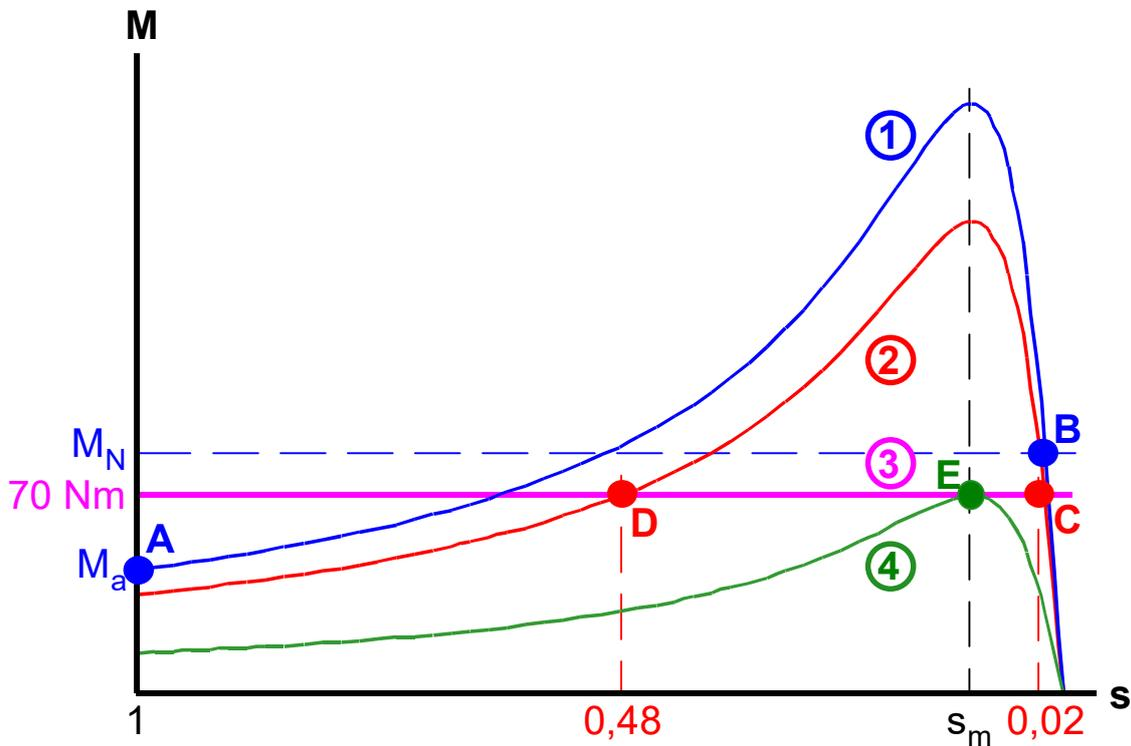

Fig. 2: Curvas del par de:
En la Fig. 2 se ha representado sobre la curva del par a tensión asignada (curva 1) el punto A de funcionamiento del motor en el momento del arranque directo.
En la Fig. 2 se ha representado sobre la curva del par a tensión asignada (curva 1) el punto B de funcionamiento del motor en condiciones asignadas.
- e) Si se cambia la tensión de alimentación los pares varían proporcionalmente al cuadrado de las tensiones. Sin embargo, el deslizamiento  $s_m$  que proporciona el par máximo no varía al modificar la tensión. En la Fig. 2 la curva 1 es la curva del par del motor a la tensión asignada  $V_{1N}$  y la curva 2 es la curva del par del motor a una tensión menor  $V_1 = 0,9 V_{1N}$ .
Si el motor debe vencer un par resistente constante de  $70 \text{ Nm}$  (curva 3 de la Fig. 2), la Fig. 2 indica que existen dos posibles puntos de funcionamiento: C y D. Evidentemente, el punto de funcionamiento correcto será el punto C en el que la máquina actúa como motor con pequeño deslizamiento.
La solución correcta es la primera, en la que la máquina actúa como motor con pequeño deslizamiento (punto C en la curva 2 de la Fig. 2). A este deslizamiento le corresponde una velocidad:
- f) El mínimo valor al que puede reducirse la tensión de alimentación del motor sin que llegue a pararse cuando está moviendo una carga con un par resistente constante de 70 Nm, es aquella a la que el motor tiene como par máximo 70 Nm. En la Fig. 2 la curva 4 es la curva del par del motor a esta tensión y el punto de funcionamiento será el E, es decir, el correspondiente al par máximo.